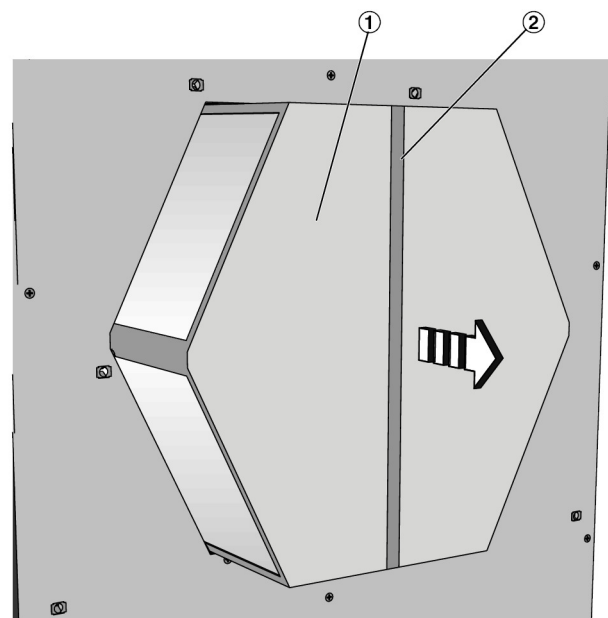

Abb. 31: Wärmerückgewinner demontieren
3. ▶ Wärmerückgewinner (Abb. 31/1) an der Lasche (Abb. 31/2) herausziehen.
Wärmerückgewinner (Abb. 31/1) mit warmem Wasser (max. 40 °C) ausspülen (z. B. mit einem handelsüblichen Duschkopf).